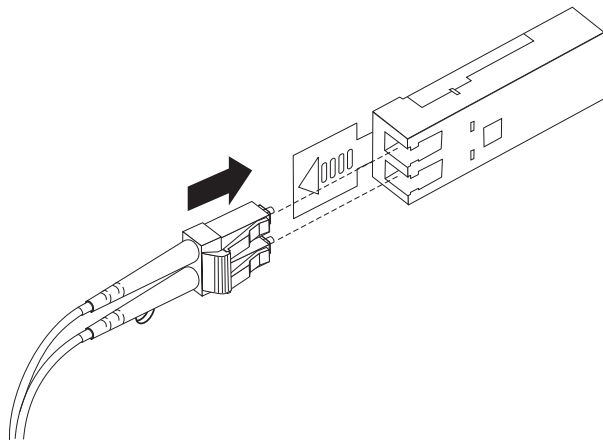

图 29. 将 LC-LC 光纤通道电缆插入 SFP 模块
4. 小心地将 LC-LC 电缆的打开端插入已安装在存储子系统 SFP 模块中。电缆接口有定位键，用于确保能够正确安装。拿住接口，将其推入电缆直到咔嚓一声锁定到位，如第 39 页的图 29 中所示。